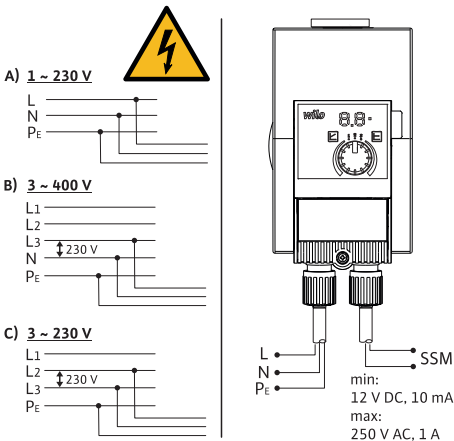

Fig. 3: Prijungimo galimybės
- Prijunkite prie 230 V žemos įtampos tinklų. Jungiant prie IT sistemų („Isolé Terre“ maitinimo tinklo) įsitikinkite, kad įtampa tarp fazių (L1-L2, L2-L3, L3-L1 → Fig. 3) neviršija 230 V. Gedimo (įžeminimo) atveju įtampa tarp fazinių jungčių ir PE neturi viršyti 230 V.